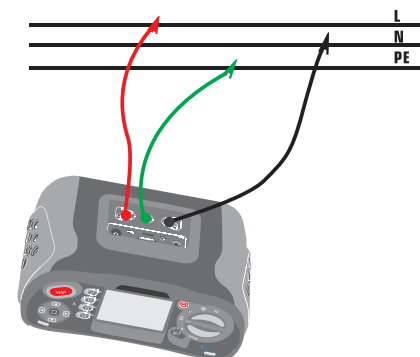

Figure 22 Connexion de la séquence de phase
- 3-Connectez les cordons de test L1, L2, L3 comme indiqué sur la Figure 22